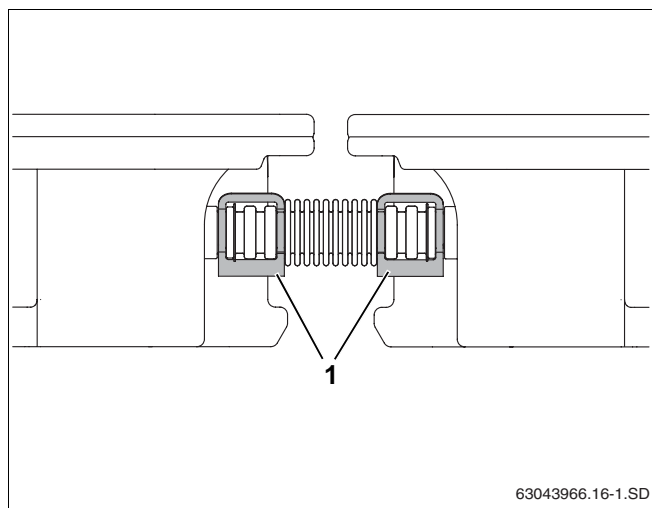

Bild 47 Korrugerad rörkoppling säkrad med klämmor
- ▶ Säkra varje ändhylsa med en klämma och varje korrugerad rörkoppling med två klämmor (bild 47, **pos. 1**).